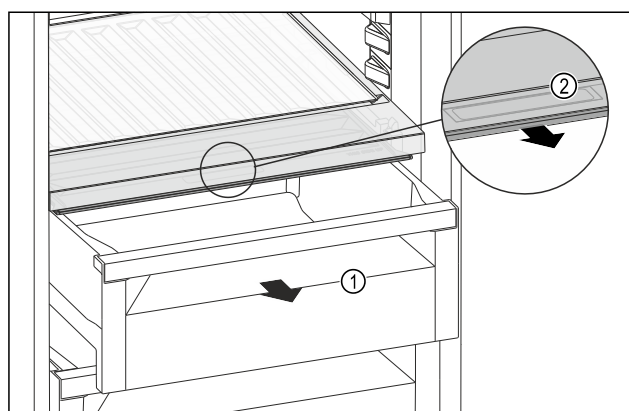

Fig. 158
- Retirer le tiroir Fig. 158 (1).
- Saisir la poignée encastree Fig. 158 (2) du couvercle du compartiment et tirer le couvercle du compartiment par l'avant.